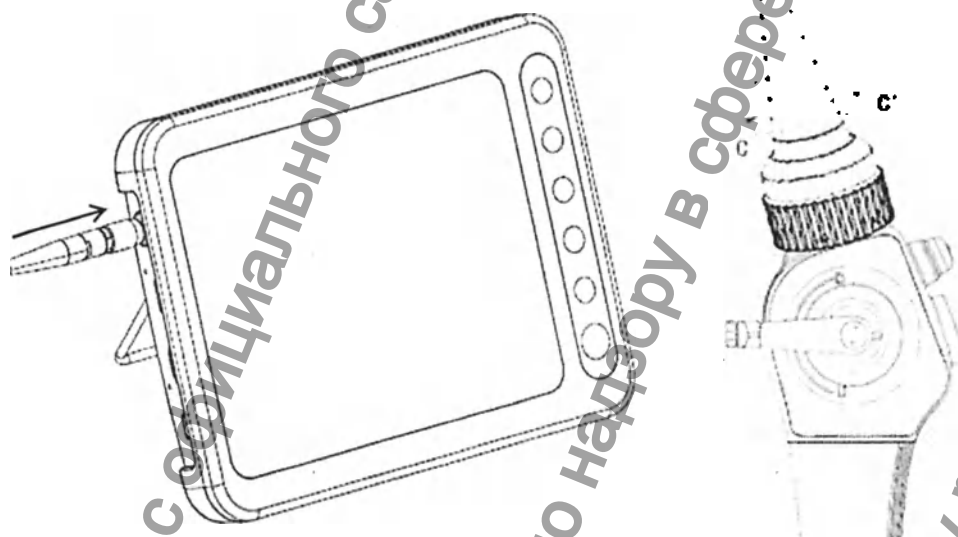

Рисунок 4.2 Схематичное изображение соединения и отсоединения Видеобронхоскопа и видеоцентра Endohand 8 при помощи сигнального кабеля EH8
4. Подключение видеоцентра Endohand 8 производится с использованием сигнального кабеля EH8. Совместите красную точку на штыревом конце сигнального кабеля EH8 с красной точкой клеммы сигнального кабеля EH8 видеоцентра Endohand 8. Проконтролируйте, чтобы ограничительные пазы фиксирующей гайки и электрического коннектора сигнального кабеля EH8 были совмещены. Вставьте электрический коннектор сигнального кабеля EH8 в электрический коннектор Видеобронхоскопа в направлении ограничительных пазов. Далее поверните фиксирующую гайку сигнального кабеля EH8 по часовой стрелке до фиксации соединения с Видеобронхоскопом. Отсоединение происходит действием, обратным вышеописанному (Рис. 4.2).